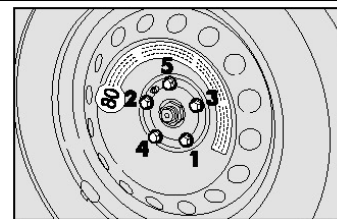

рис. 11
- С помощью штатного ключа, затяните до конца болты крест-накрест в порядке указанном ранее на **рис.11**.
- Опустить автомобиль и уберите домкрат, затяните до конца болты крест-накрест в порядке указанном ранее на **рис.11**.